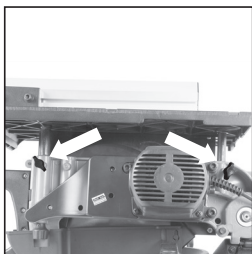

FIG. 17
- Draai de twee vleugelmoeren van de tafelpilaar los, één aan de voorkant en één aan de achterkant onder de machinetafel. (**Fig. 17**)